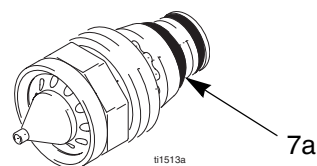

Fig. 10. Joint torique conducteur de la buse
5. S'assurer que le contact métallique (C) à l'intérieur du canon, le contact annulaire de la buse (7a, Fig. 10) et le contact de l'électrode (E) sont propres et en bon état.